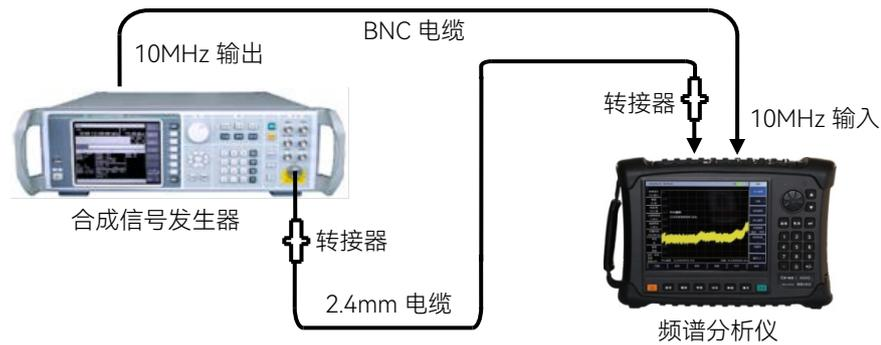

图 14.14 镜像、多重和带外响应测试设置
- 1) 如图 14.14 连接测试仪器，合成信号源 1464 为频谱分析仪提供频率参考。